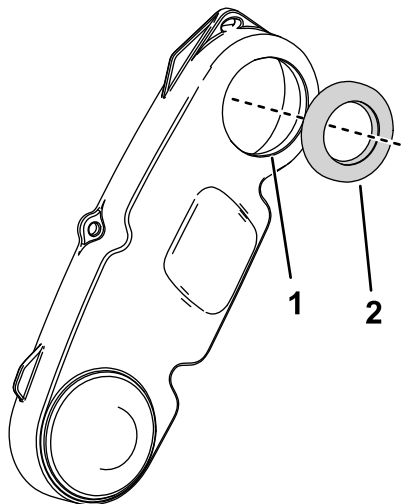

図 9
6. リール駆動カバーのリップにグリスを塗り、そこにシールを貼りつける。シールがカバーと面一になるようにしっかり押し付けること 図 9。